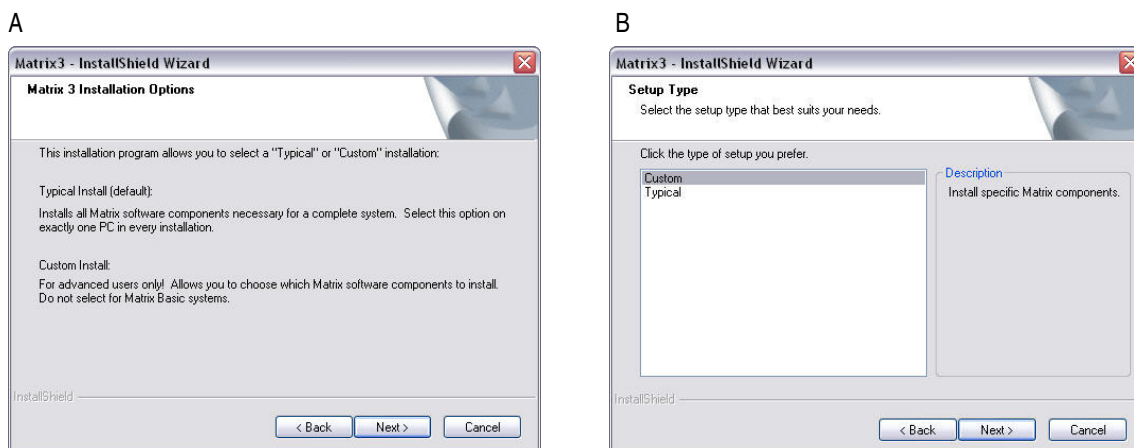

FIG. 14
5. Après avoir cliqué sur "NEXT" (Suivant) pour accepter le contrat de licence, l'écran "Installation Options" (Options d'installation) (A) illustré dans la FIG. 14 s'affiche. Cet écran décrit les deux options d'installation disponibles pour la sélection.
Après avoir cliqué sur "NEXT" (Suivant), l'écran "Setup Type" (Type de configuration) FIG. 14 (B) s'affiche. Cet écran est utilisé pour sélectionner le type d'installation que vous souhaitez exécuter.